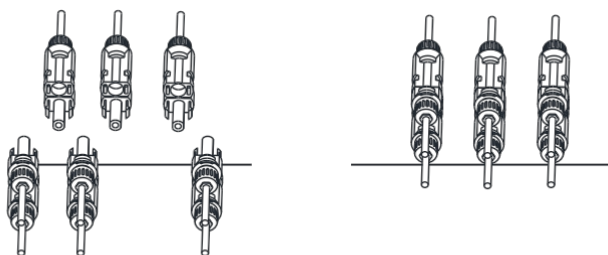

Imagen 5.6 Conexión de entrada de CC
d) Por último, inserte el conector de CC en las entradas positiva y negativa del inversor, tal y como se muestra en la imagen 5.6